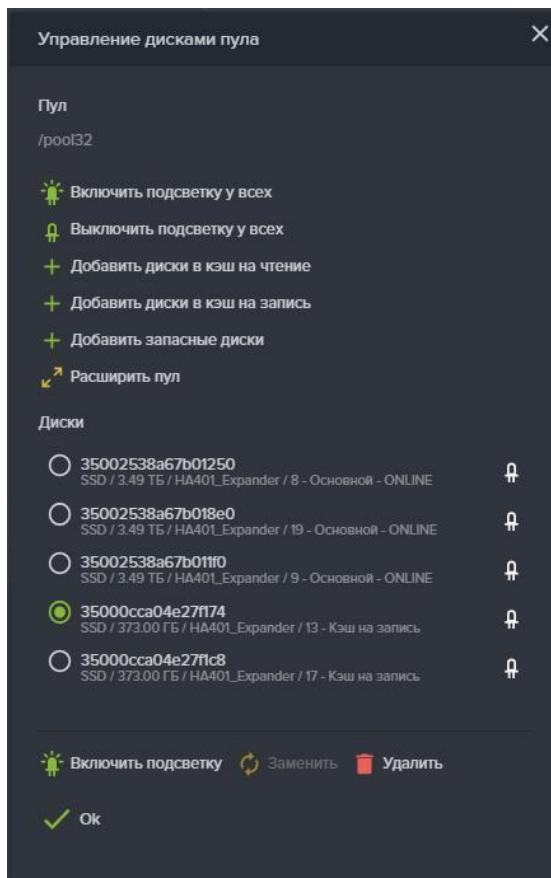

Рисунок 71. Удаление из пула кэша на запись
7. Выберите любой из SSD дисков помеченных как «Кэш для записи» (см. Рисунок 71);